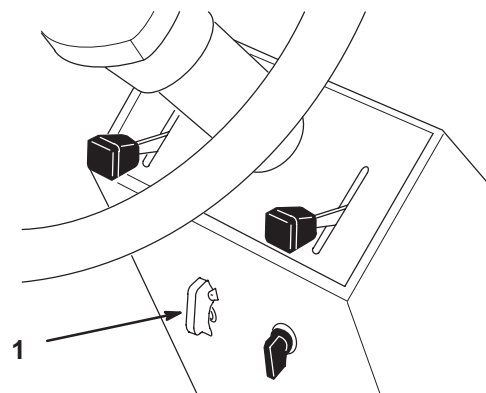

Bild 9
3. Schieben Sie, um die Zapfwelle einzukuppeln, die Schutzabdeckung hoch und bewegen den ZWA-Schalter auf EIN (Bild 9).
1. Das Schließen der Abdeckung stellt den ZWA-Schalter auf AUS (Bild 9).